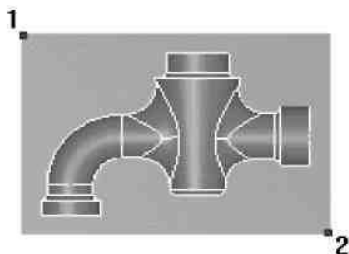

Рис. 4.45
2. Подведите курсор к точке 1 (рис. 4.45) и нажмите клавишу С на клавиатуре.